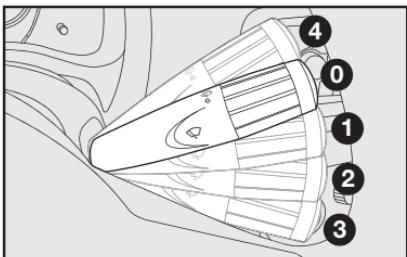

fig. 45
**ADVERTÊNCIA: com o clima muito úmido não é aconselhado o uso prolongado do ar-condicionado nas posições  ou . A diferença entre a temperatura externa e a do para-brisa pode causar embaçamento do lado externo do para-brisa, causando perda de visibilidade. Se isso ocorrer, acione a alavanca do limpador do para-brisa fig. 45.**
### Limpador/lavador do para-brisa - fig. 45